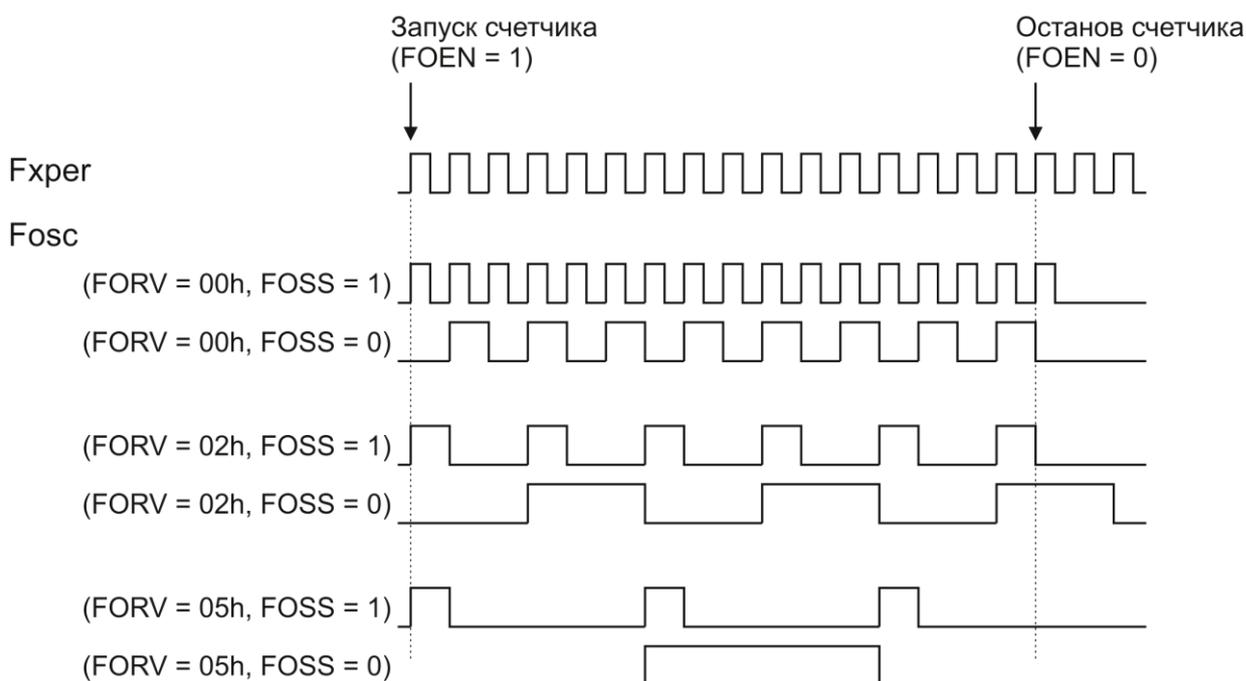

Рисунок 8.4 – Временная диаграмма формирования выходных сигналов
- когда Fout прекращается (сброс бита FOEN), FOCNT останавливается в момент перехода Fout в «0», см. рисунок 8.4.